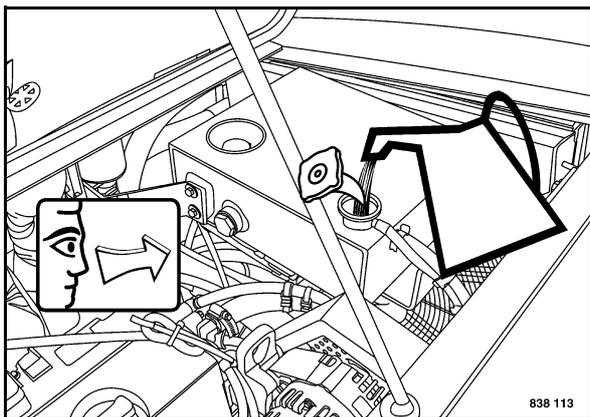

Fig. 148
- Controllare il livello del liquido di raffreddamento (Fig. 148).